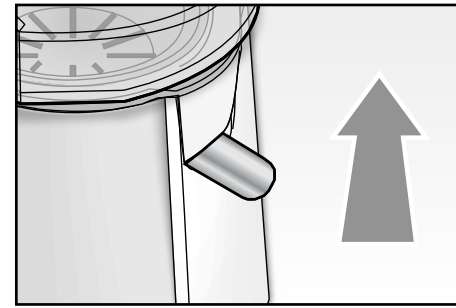

Fig. 7
- Collocare il cibo preparato in precedenza nel relativo alloggiamento (L) e posizionare un contenitore sotto l'erogatore con beccuccio salvagoccia (D). Durante il funzionamento, il beccuccio deve essere tenuto in basso per permettere in questo modo la fuoriuscita del liquido; al termine della spremitura il beccuccio può essere alzato in modo che il liquido residuo non esca (Fig. 7).